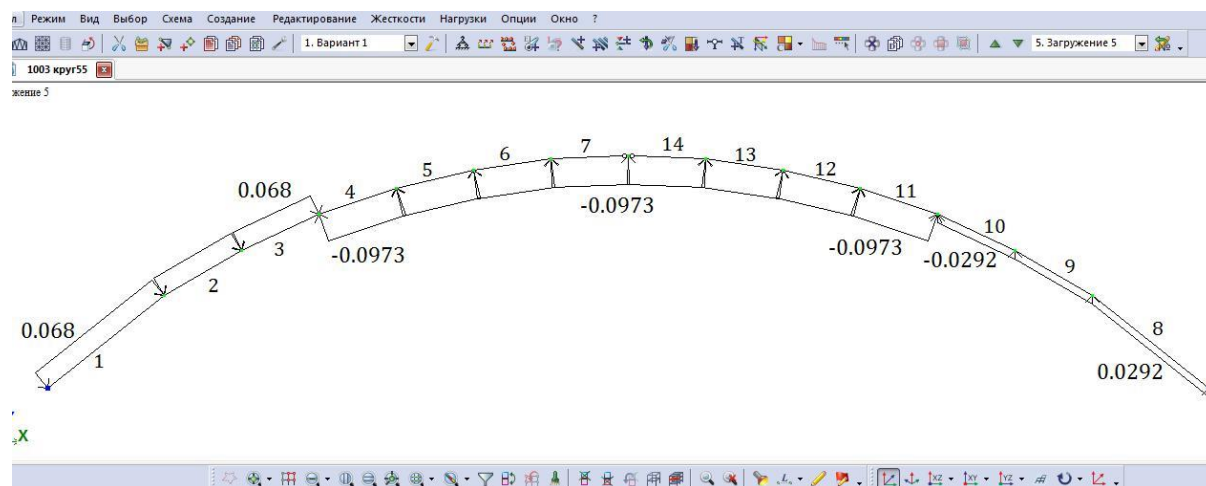

Рис. 2.33 Пятое нагружение (ветровая нагрузка)
- Вид расчетной схемы после задания в схеме нагрузок пятого нагружения приведен на рис. 2.33.